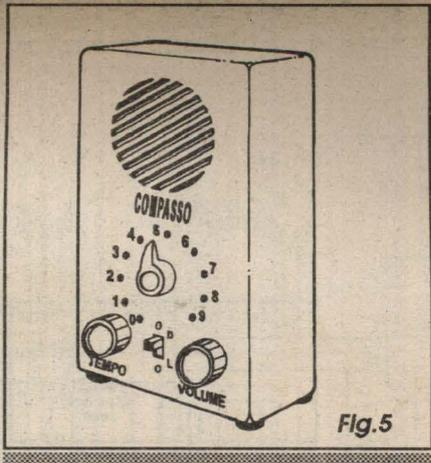

Fig. 5
- FIG. 5 - SUGESTÃO PARA O ACABAMENTO EXTERNO DO METEF... -